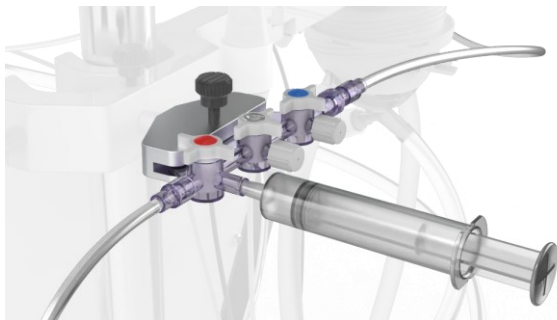

Figura 22 Desairear de la línea de muestra aspirando con una jeringa. Asegúrese de que la válvula roja esté en la orientación indicada.
- Coloque la jeringa en el puerto rojo de la válvula de muestras para desairear la línea de muestras. Abra la válvula roja del puerto de muestras (Figura 22).